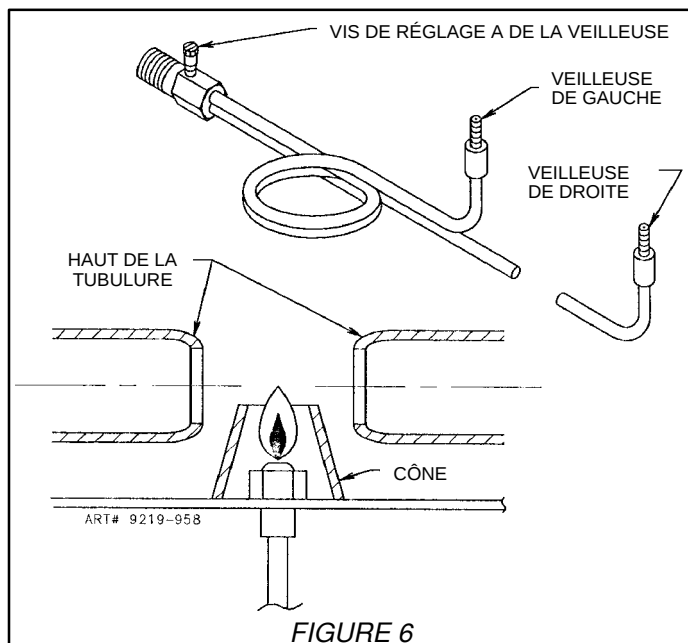

FIGURE 6
(Voir la figure 6)
Éliminer l'air des conduites de gaz en allumant un des brûleurs. L'éteindre, puis régler, à l'aide de la vis de réglage A (figure 6), la flamme de la veilleuse de façon à ce que le haut de la flamme arrive au niveau du haut de la tubulure. Pour allumer le brûleur, pousser sur le bouton de commande correspondant et le mettre sur la position d'allumage. REMARQUE : Certains modèles ont UN SEUL réglage de la veilleuse au niveau de la conduite de la rampe.
- Modèles avec veilleuses : Régler les veilleuses des brûleurs. (Voir la figure 6.) Tourner le sélecteur du thermostat sur la position LP (GPL).
- Modèles avec veilleuses : Régler les veilleuses des brûleurs de la surface de cuisson (voir la figure 6). Tourner le sélecteur du thermostat sur la position Nat. (gaz naturel).